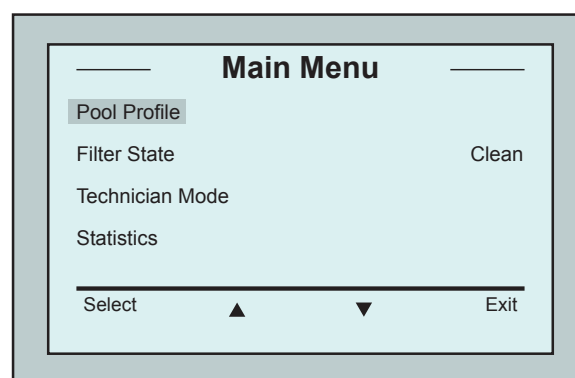

Figure 2 : Écran *Main menu* (*Menu principal*)
2. Appuyez sur Menu pour accéder à l'écran *Menu principal* (Figure 2).